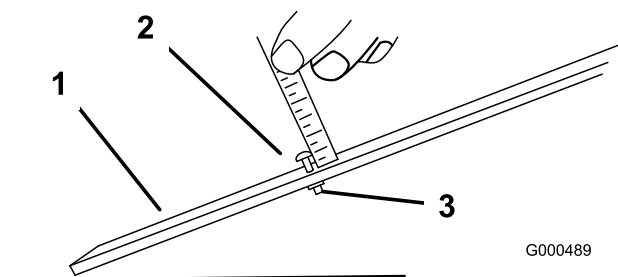

Figura 49
3. Allentate il dado sulla barra di misura (Figura 49) e posizionate la vite di regolazione all'altezza di taglio opportuna. La distanza tra la base della testa della vite e la superficie della barra è l'altezza di taglio.